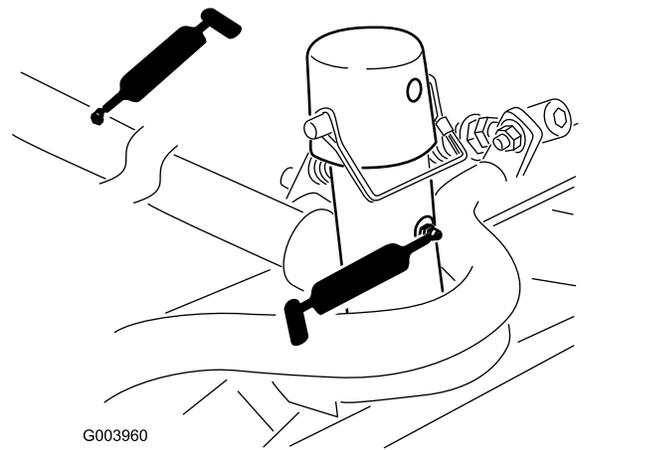

Bild 77
- Schneideinheitträgerrahmen und Drehzapfen (2) (Bild 77)